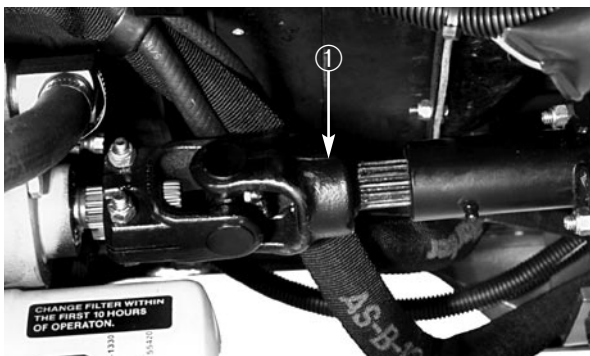

Fig. 21
5. Når bugseringen er færdig, skal drivakslen monteres igen som vist i Fig. 21. (Noterne er